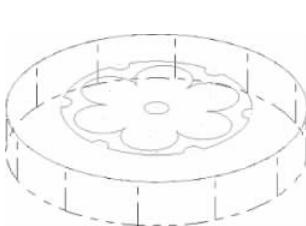

图 5-140 关闭刀具路径显示
- (2) 单击加工操作管理器中“选择全部操作”按钮 , 单击“切换刀具路径现实的选择操作”按钮 , 关闭所有刀具路径的显示, 如图 5-140 所示。